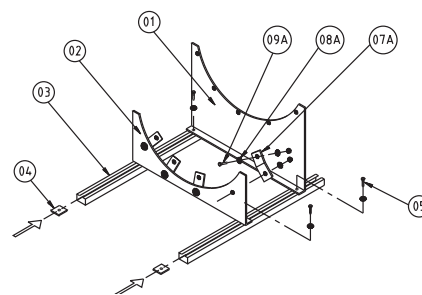

Fig. 6 Montagevoeten voor type ACP en ACG 1250-1600
Voor de ACP en ACG in de diameterrange 1250-1600 moeten bovendien verbodingsplaatjes (fig. 6, pos. 07A) en verbodings-elementen (fig. 6, pos. 08 en 09 A) toegepast worden. De Novenco montagevoet is speciaal ontworpen om de ventilatoren gemakkelijk te kunnen monteren. De voet bestaat uit 2 montageplaten (fig. 6, pos. 01 en 02) en bevestigingssteunen (fig. 6, pos. 03)